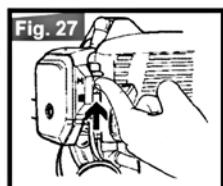

Fig. 27
2. Levante a alavanca de ar situada à direita da tampa do carburador (Fig. 27) e situe-a em posição.